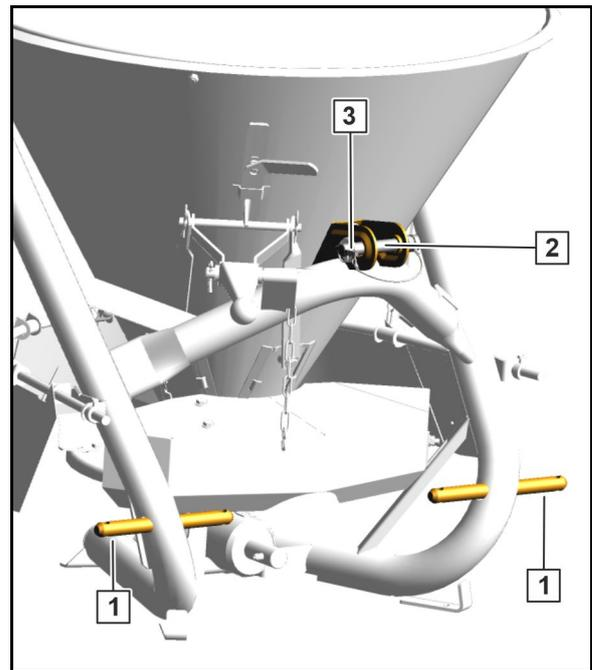

Fig. 22
- Montare i bracci di attacco inferiori del trattore per mezzo degli appositi perni (Kat I) (Fig. 22/1) ai punti di attacco inferiori della macchina e bloccarli con delle copiglie a spina.
- Montare il braccio di attacco superiore del trattore (Fig. 22/2) per mezzo dell'apposito perno al punto di attacco superiore della macchina e bloccarlo con una copiglia a spina (Fig. 22/3).